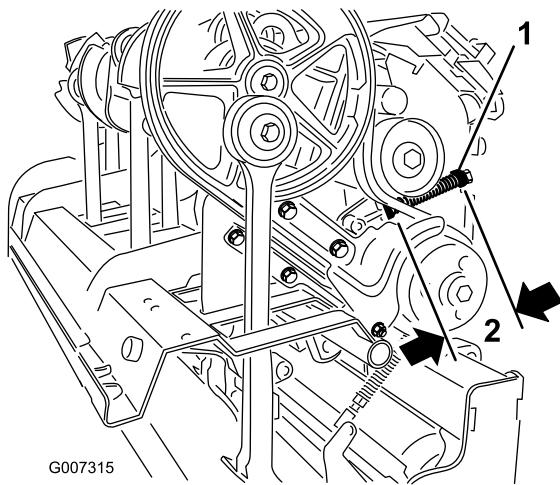

Figura 35
- D. Ajuste o protetor da mola para obter o comprimento pretendido da mola comprimida (Figura 35).
- C. Desaperte a porca de bloqueio que fixa o protetor da mola (Figura 35).